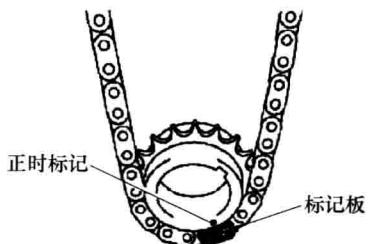

图 1-9 1号链条橙色标记板与曲轴正时链轮对正
② 如图1-9所示，将1号链条的橙色标记板与曲轴正时链轮的正时标记对准，并将链条接合到链轮上。